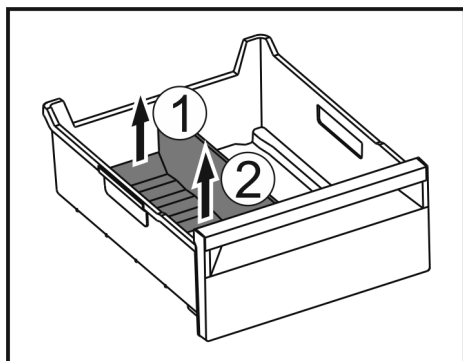

Fig. 169
- Hinteren Teil des Eisfach-Trenners anheben. Fig. 169 (1)
- Eisfach-Trenner nach oben entnehmen. Fig. 169 (2)